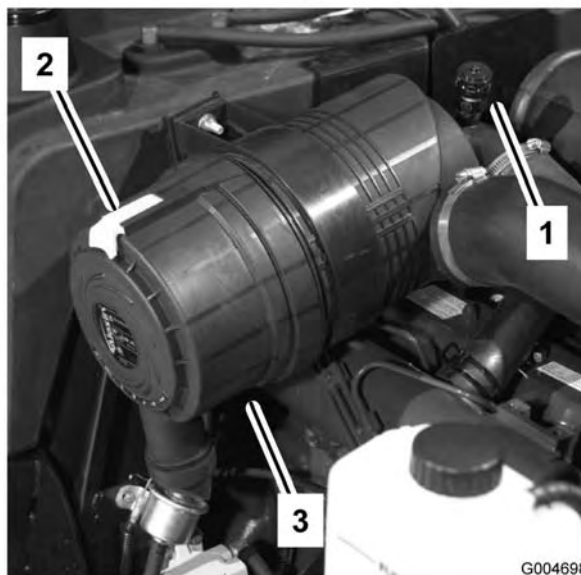

Bild 45
Warten Sie die Luftfilter, wenn die Luftfilteranzeige rot anzeigt (Bild 45) oder nach jeweils 400 Betriebsstunden (häufiger in sehr staubigen oder schmutzigen Bedingungen). Warten Sie den Luftfilter nicht zu häufig.
1. Ziehen Sie den Verschluss nach außen und drehen die Luftfilterabdeckung nach links. Nehmen Sie die Abdeckung vom Körper ab (Bild 45). Reinigen Sie die Innenseite der Luftfilterabdeckung.
6. Stellen Sie die Anzeige (Bild 45) zurück, wenn sie auf Rot steht.